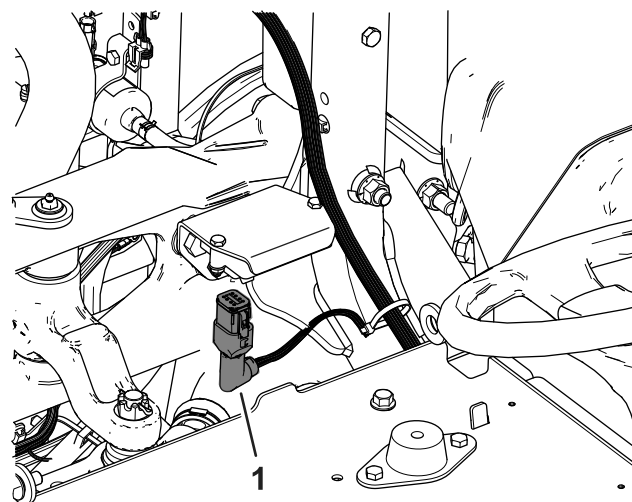

図 5
6. センサーに 90° コネクタを接続する図 5と図 8。